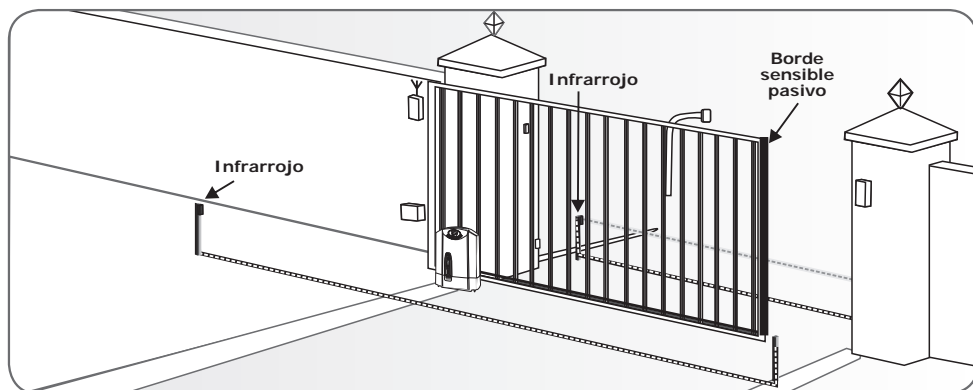

FIGURA 3. SENSORES INFRARROJOS Y BORDE SENSIBLE PASIVO
3. Se instalan sensores de seguridad en ambos lados del camino de entrada, como se muestra en la Figura 3.
4. Por lo general se instalan bordes sensibles en todos los bordes filosos del portón, como se muestra en la Figura 3.